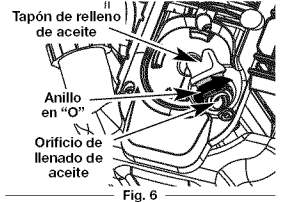

Fig. 6
3. Saque el tapón de aceite/ varilla de medición del cigüeñal (Fig. 6).
- NOTA:** No hay necesidad de encender la unidad. El Control de Parada Arranque y Apagado está en la posición Arranque (I), en todo momento (Fig. 6).